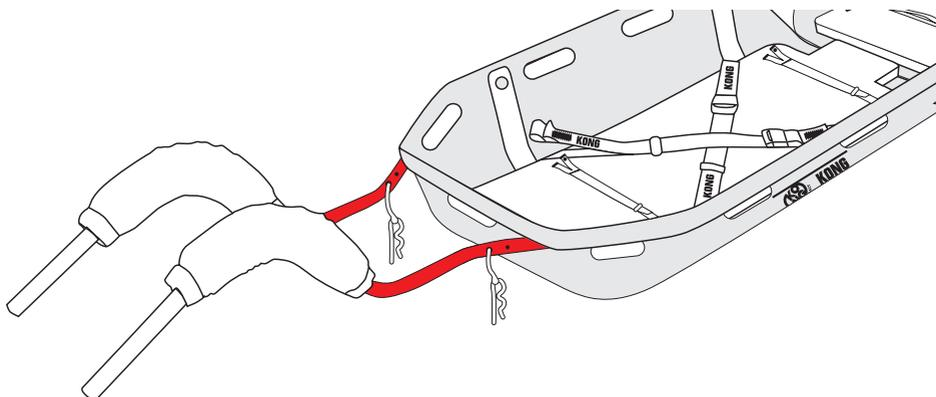

Fig.13
- Collegare i manici al telaio della barella (fig. 13), rispettando la numerazione di accoppiamento,